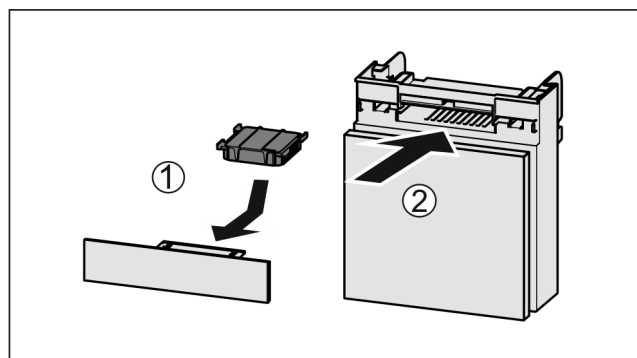

Fig. 39
- ▶ Filtr s aktivním uhlím vložte podle vyobrazení Fig. 39 (1).
- ▶ Zásuvku zasuňte Fig. 39 (2).